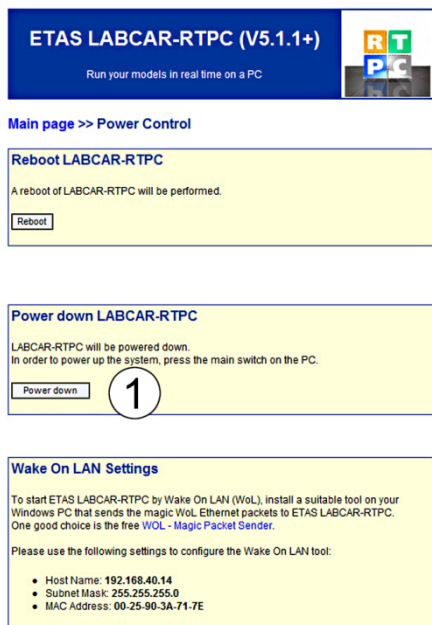

図 4-2 RTPC をシャットダウンする (画面例)
- RTPC をシャットダウンします (図 4-2 ①)。詳しい操作方法は、RTPC のヘルプファイルを参照してください。